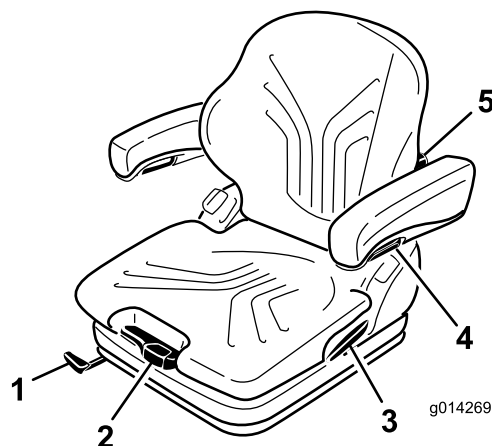

Figura 16
El asiento se ajusta para el peso del conductor tirando o presionando la palanca de ajuste de peso (Figura 16).
1. Para ajustar, levante la palanca para desbloquear el asiento (Figura 16).
Gire el pomo de ajuste hasta arriba para ajustar la curvatura de la parte superior del cojín del respaldo. Gire el pomo hasta abajo para ajustar la curvatura de la parte inferior del cojín del respaldo (Figura 16).
Para ajustar la altura de los reposabrazos, separe el tapón redondo (Figura 16) de la tapa, afloje la tuerca hexagonal (13 mm) situada detrás de la misma; ajuste los reposabrazos a la posición deseada y apriete la tuerca. Vuelva a colocar el tapón en la tuerca.
Para ajustar el ángulo del reposabrazos, gire el pomo de ajuste (Figura 16).
Tire hacia arriba de la palanca de bloqueo para liberar el cierre del respaldo (Figura 16). Mientras suelta el cierre del respaldo, no aplique carga al respaldo haciendo presión sobre el mismo.